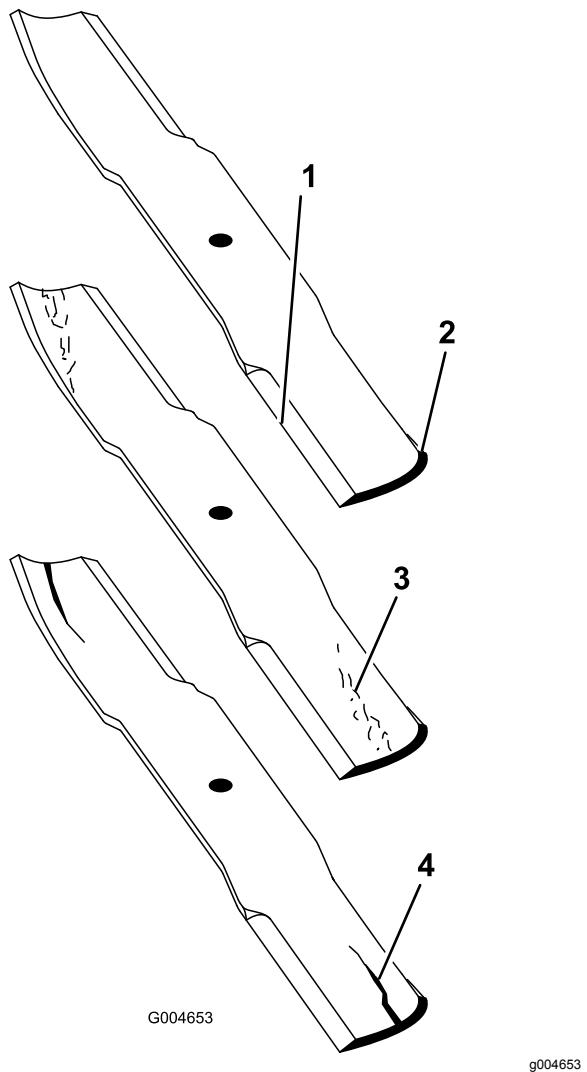

Figure 111
2. Examinez attentivement les tranchants de la lame, particulièrement au point de rencontre des parties plane et de l'ailette (Figure 111).
**Remarque:** Le sable et les matières abrasives peuvent éroder le métal à cet endroit, c'est pourquoi il est important de contrôler l'état de la lame avant d'utiliser la tondeuse. Remplacez la lame si elle vous semble usée (Figure 111).